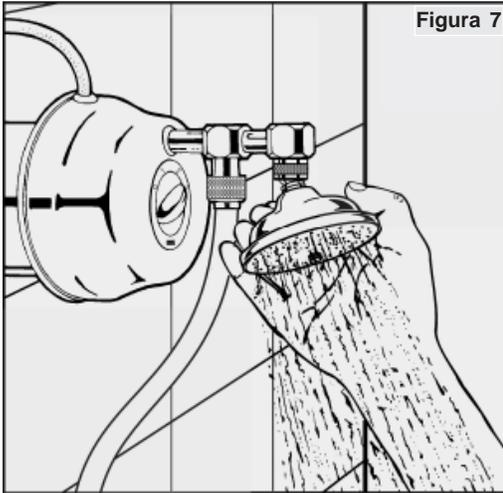

Figura 7
- 3 - Direcione o jato do crivo com o ângulo que mais lhe agradar (Figura 7).